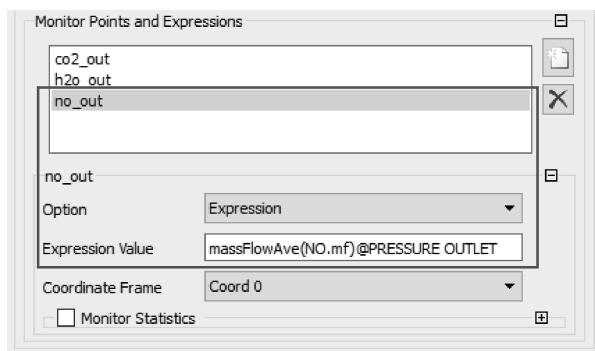

图 11-109 NO 监测点求解设置
(3) 在【Monitor Points and Expressions】下单击 ，从弹出的【Insert Monitor Point】中，输入名称为“no_out”确定，【Option】= Expression，【Expression Value】= massFlowAve(NO.mf)@PRESSURE OUTLET，如图 11-109 所示，单击【OK】关闭任务窗口。